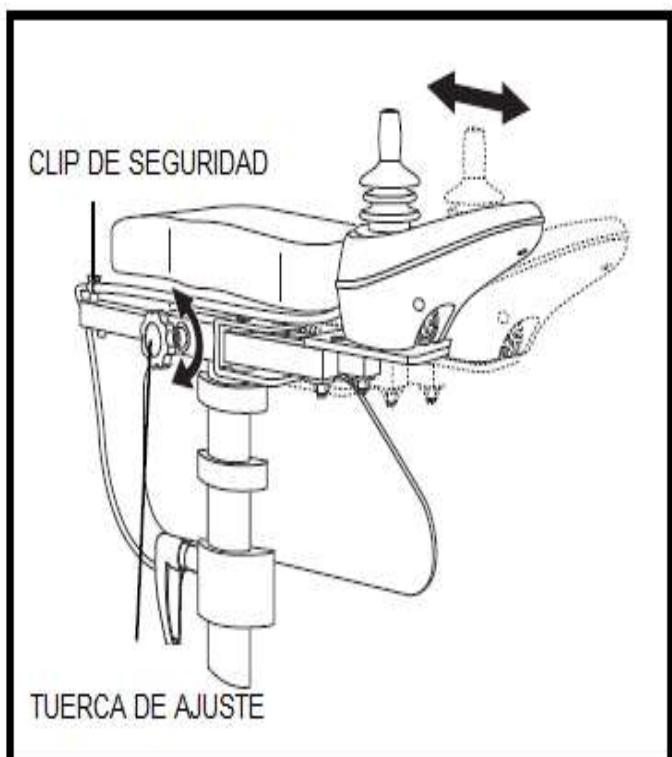

Figura 19.
1. Afloje el pomo de ajuste en el reposabrazos. Ver la figura 19.